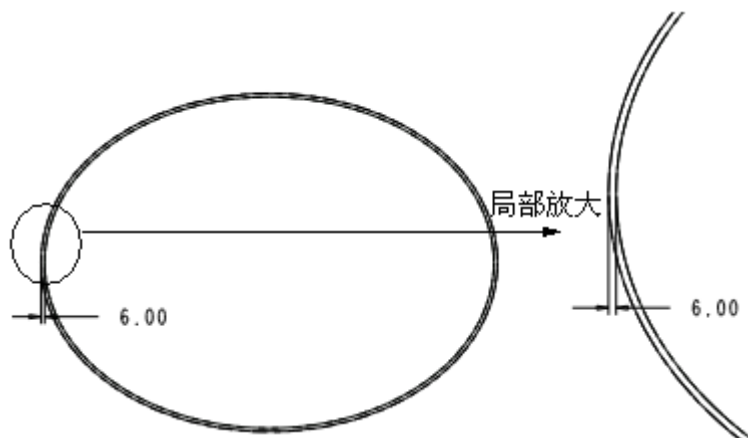

图 50-29
(4) 使用“通过偏移一条边来创建图元”工具 ，选取椭圆的边线，向内偏移 6mm，如图 50-29 所示。